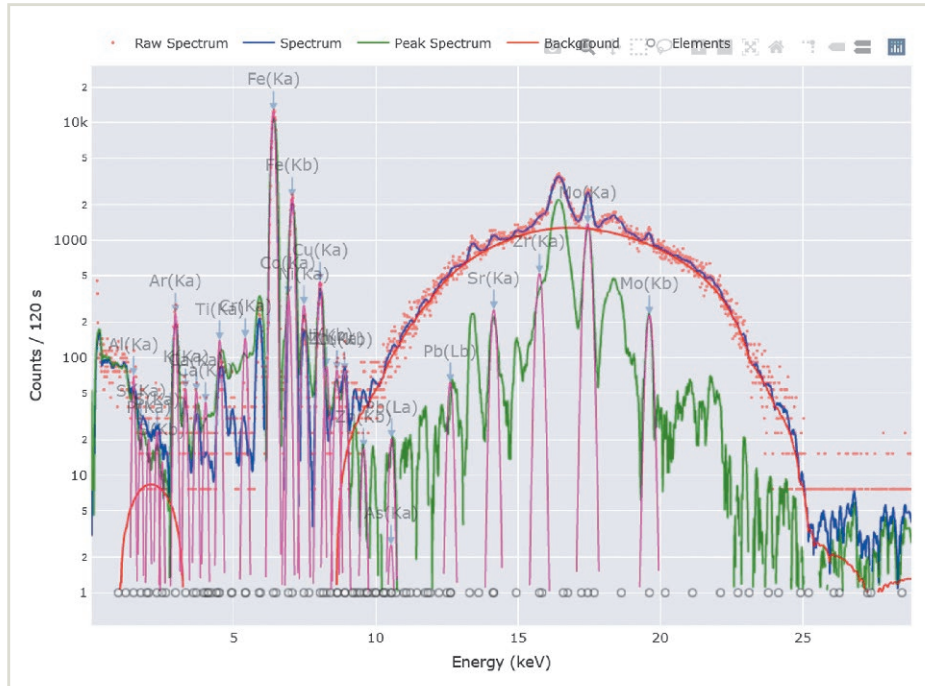
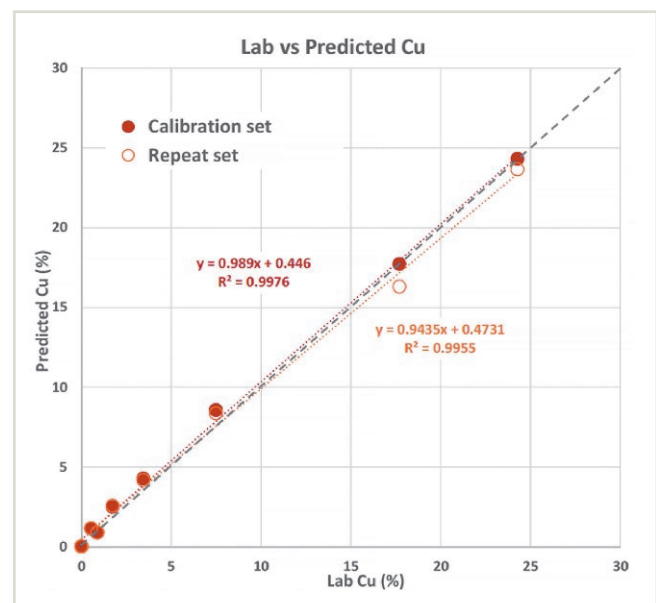

Fig. 3. IBERIA spectrum. // Bild 3. IBERIA-Spektrum. Source/Quelle: J&C Bachmann
Fig. 4. IBERIA copper calibration. Bild 4. IBERIA-Kupfer-Kalibrierung. Source/Quelle: J&C Bachmann
From the observed fluorescence spectrum (Figure 3), a residual is taken to remove background response and the height of individual peaks corresponding to different element responses is measured. These peak responses are then placed into a calibration algorithm which determines a relationship with the elemental composition by comparison to a number of samples of known grade. This process is demonstrated for copper, where the observed response of a multi-element metallic ore sample forms part of the calibration set for the prediction of iron and copper (Figure 4) (3).
Aus dem beobachteten Fluoreszenzspektrum (Bild 3) wird ein Rest entnommen, um die Hintergrundreaktion zu entfernen, und die Höhe der einzelnen Peaks zu messen, die den verschiedenen Elementreaktionen entsprechen. Diese Peak-Reaktionen werden dann in einen Kalibrierungsalgorithmus eingegeben, der durch Vergleich mit einer Reihe von Proben bekannter Qualität eine Beziehung zur Elementzusammensetzung herstellt. Dieses Verfahren wird hier für Kupfer demonstriert, wobei die beobachtete Reaktion einer Multielement-Metallergprobe Teil des Kalibrierungssatzes für die Vorhersage von Eisen und Kupfer ist (Bild 4) (3).